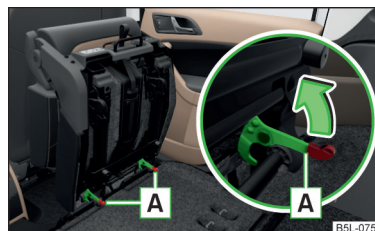

Fig. 70
- Bloquee el asiento al final de la guía presionando los bloqueos del asiento **[A]** en el sentido de la flecha » fig. 70.
- Si el asiento está desmontado, colóquelo primero sobre la guía y bloquéelo con los bloqueos de asiento **A** » fig. 70 de la página 87.